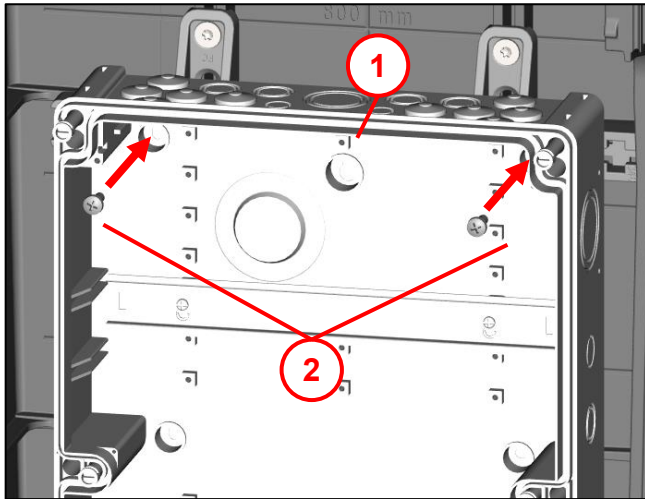

Abb. 34
Um die Montage zu vereinfachen, Elektro-Verteilergehäuse (3) auf der Montageschiene montieren (siehe Abb. 34) und mit Gehäuse an der Rückwand ausrichten.